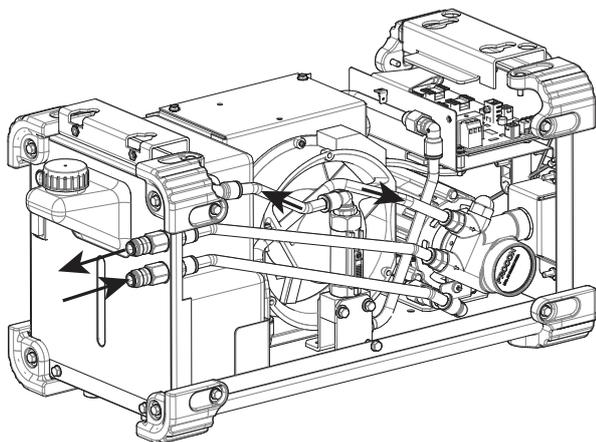

Figura 6
- Ligue os tubos de água do refrigerador — Figura 6.